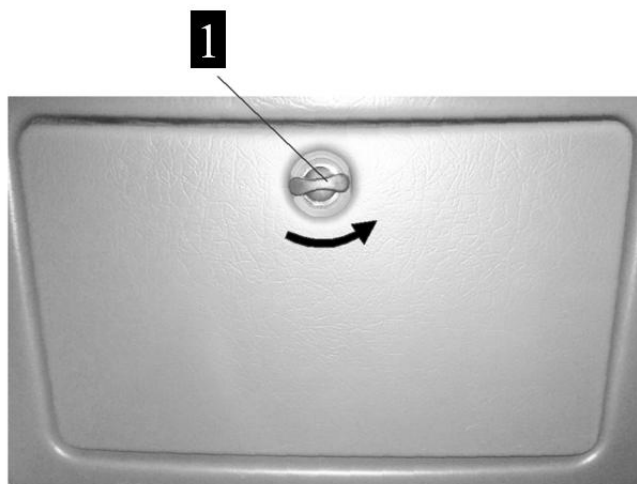

Рисунок 3.46. Ящик для документации (закрыт)
- Поверните ручку 1, рис. 3.46.